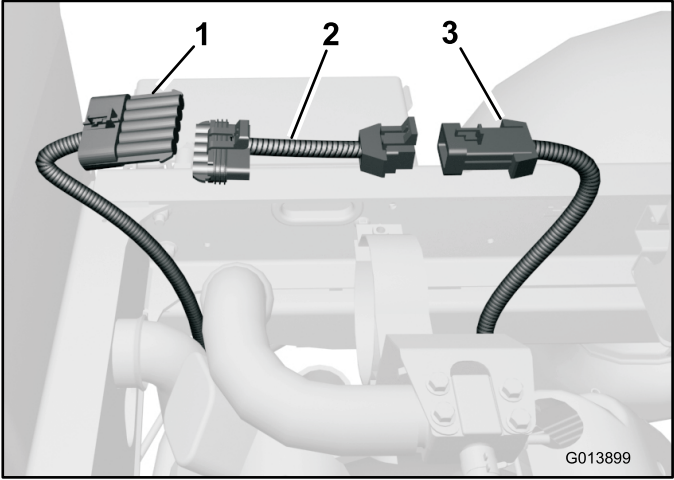

Figura 26
- Localice el adaptador (Figura 26) entre las piezas sueltas.